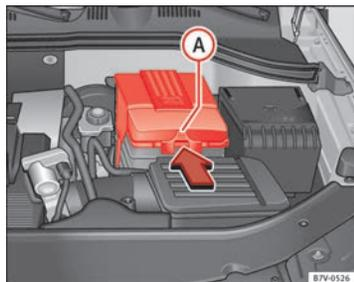

Fig. 175 En el vano motor: Retire la cubierta de la batería del vehículo.
- *En el caso de una cubierta:* presione la lengüeta ⇒ fig. 175 A en el sentido que indica la flecha y retire hacia arriba la cubierta.